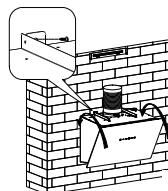

Afbeelding 4
6. Installeer de buitenste schoorsteensteun op de buitenschoorsteen met behulp van 2 schroeven ST4*8 mm. Zorg ervoor dat de binnenschoorsteen flexibel blijft. Zie afbeelding 4.